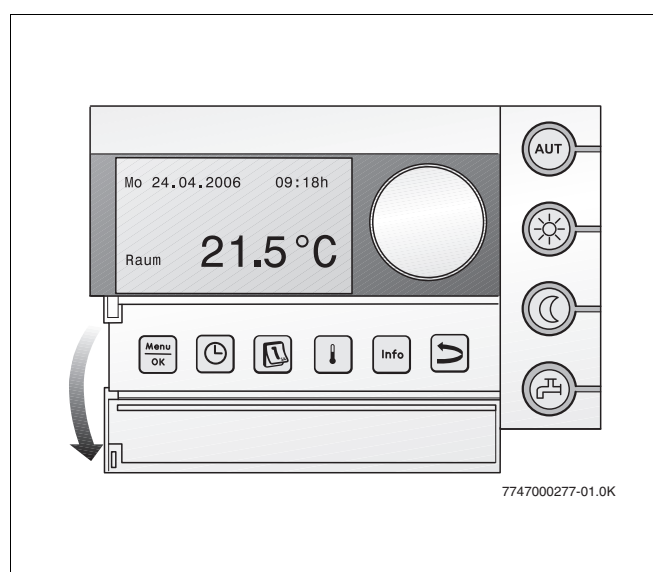

Fig. 7 Betjeningsenhed RC35 (med åben klap)
- ▶ Foretag indstillingerne på betjeningsenheden RC35 (fig. 7). Vi anbefaler at kontrollere eller indstille følgende: